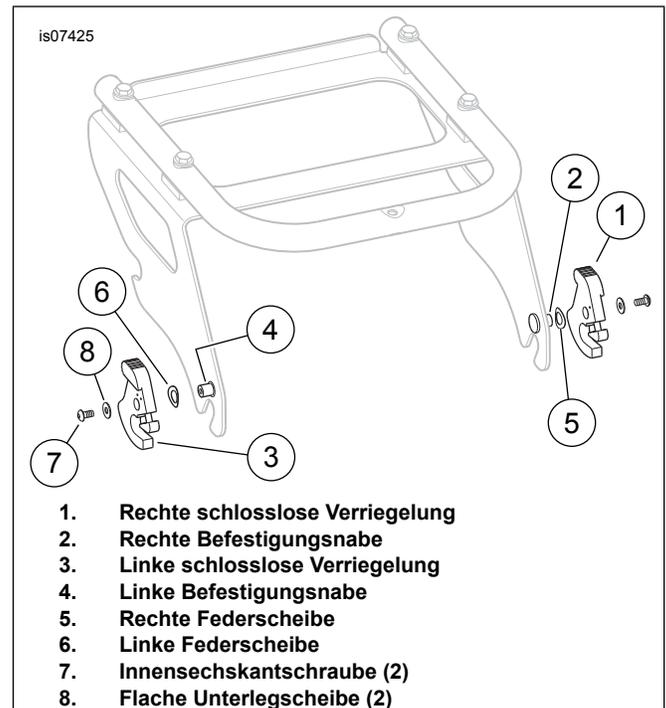
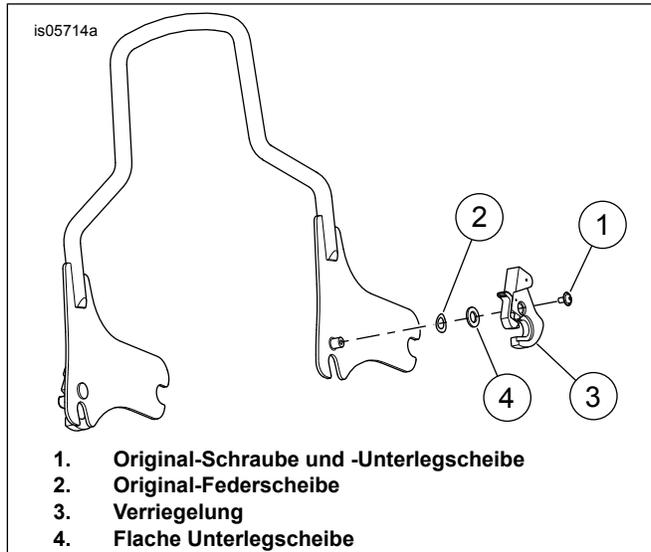
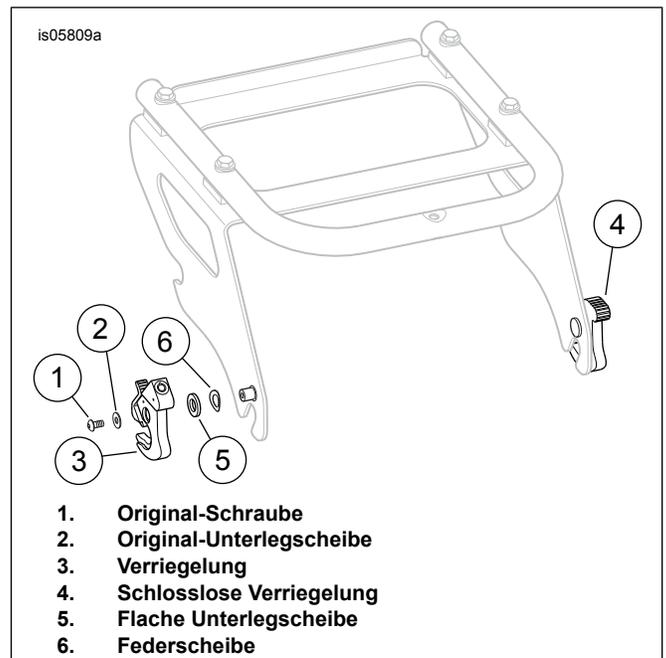
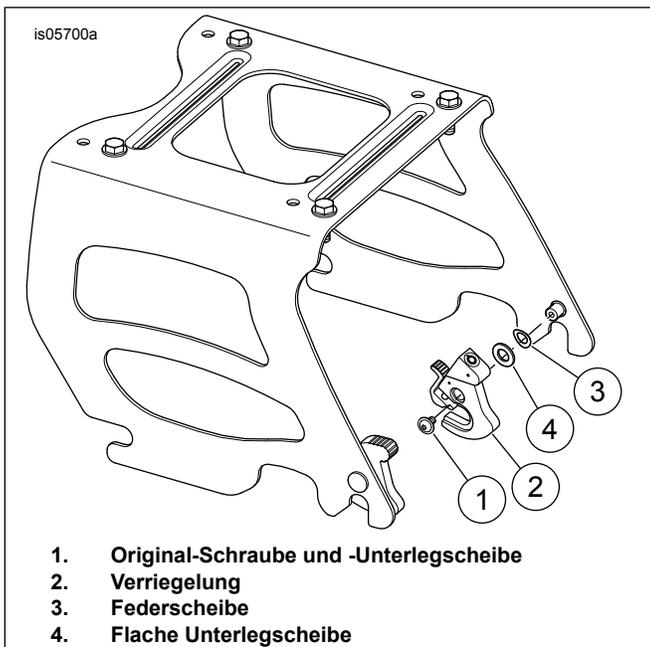

Abbildung 1. Verriegelungstausch (Konfiguration vor dem Tausch abgebildet)
Abbildung 3. Einbau außen rechts
Abbildung 4. Einbau außen links
Abbildung 5. Einbau innen rechts
1. Siehe Abbildung 1 >. Die rechte schlosslose Verriegelung (1) entfernen. Die rechte Federscheibe (5) auf der rechten Befestigungsnahe (2) belassen.
2. Die linke schlosslose Verriegelung (3) entfernen. Die linke Federscheibe (6) auf der linken Befestigungsnahe (4) belassen. Die linke schlosslose Verriegelung (3) auf der rechten Befestigungsnahe (2) einbauen.
3. Die rechte schlosslose Verriegelung (1) auf der linken Befestigungsnahe (4) einbauen.
Doppelsitzbank-Gepäckträger-Satz	Siehe Abbildung 4, Einbau außen links, ODER Abbildung 3, Einbau außen rechts
Soziusbügelsatz	Siehe Abbildung 3, Einbau außen rechts
Doppelsitzbank-Gepäckträger-Satz	Siehe Abbildung 1, Verriegelungstausch UND Abbildung 5, Einbau innen rechts
Solositz-Gepäckträger-Satz	Siehe Abbildung 3, Einbau außen rechts
Solositz-Tour-Pak-Träger	Siehe Abbildung 1, Verriegelungstausch UND Abbildung 4, Einbau außen links
2. Siehe Abbildung 3 >. Die Original-Federscheibe (2) auf der Befestigungsnahe einbauen.
1. Siehe Abbildung 4 >. Die linke schlosslose Verriegelung entfernen und entsorgen.
2. Die flache Unterlegscheibe (5) aus dem Satz über Federscheibe auf der linken Befestigungsnahe einbauen.
3. Die Verriegelung (3) mit Profil von der Seitenplatte **weg** auf der linken Befestigungsnahe einbauen.
4. Die Original-Schraube (1) und -Unterlegscheibe (2) einbauen.
1. Siehe Abbildung 5 . Die rechte schlosslose Verriegelung entfernen und entsorgen.
2. Die flache Unterlegscheibe (4) aus dem Satz über der Federscheibe auf der rechten Befestigungsnahe einbauen.
4. Die Original-Schraube und -Unterlegscheibe (1) einbauen.